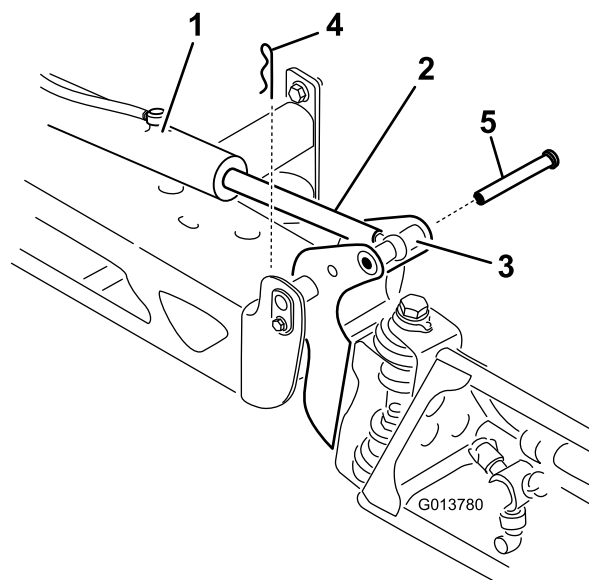

Figura 58
3. Eleve rampa e retire o pino (Figura 58) e lentamente baixe a rampa para o solo.
2. Retire o perno de gancho do pino de articulação (Figura 58).
9. Enquanto segura na rampa, insira o pino através tanto da articulação da rampa como da barra do acionador (Figura 58).